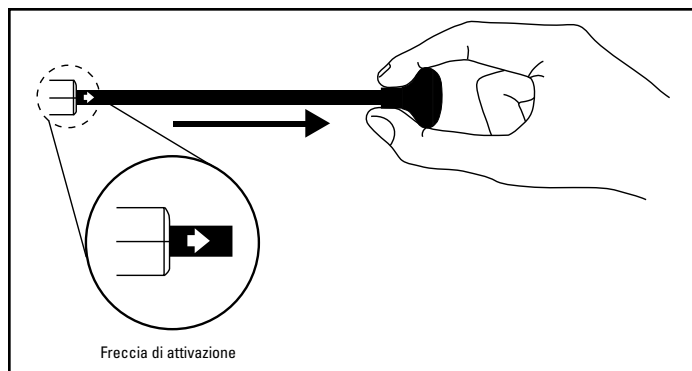

Figura 6. Espansione completa di stent lunghi (150 mm): retraction l'impugnatura di trazione solo dopo che la freccia di attivazione bianca diventa visibile.
1. In visualizzazione fluoroscopica, mantenere la posizione dei marker radiopachi distale e prossimale ① rispetto al sito d'interesse. Ruotare la rotella zigrinata ④ sull'impugnatura di espansione in direzione della freccia riportata sull'impugnatura. Continuare a ruotare la rotella zigrinata fino a quando la fascia di marker radiopachi del corpo intermedio ⑤ non supera i marker radiopachi distali dello stent. Verificare che i marker radiopachi distali dello stent inizino a separarsi: tale separazione indica che lo stent si sta espandendo.
2. Continuare a ruotare la rotella zigrinata fino a quando la fascia di marker radiopachi del corpo intermedio ⑤ supera i marker radiopachi prossimali dello stent, indicando che l'espansione è completa, oppure (per stent di 150 mm di lunghezza) fino a quando la freccia di attivazione bianca diventa visibile sull'asta di prolunga dell'impugnatura di trazione, indicando che per completare l'espansione dello stent è necessario attivare l'impugnatura di trazione (**fare riferimento alla Figura 6**). Gli stent lunghi (150 mm) non si espandono completamente con la sola azione della rotella zigrinata.